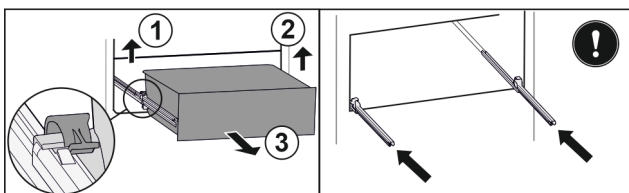

Fig. 174
- ▶ Linke Klemme anheben und gleichzeitig Schubfach links nach vorne ziehen. Fig. 174 (1)
- ▶ Rechte Klemme anheben und gleichzeitig Schubfach rechts nach vorne ziehen. Fig. 174 (2)
- ▶ Schubfach nach vorne entnehmen. Fig. 174 (3)